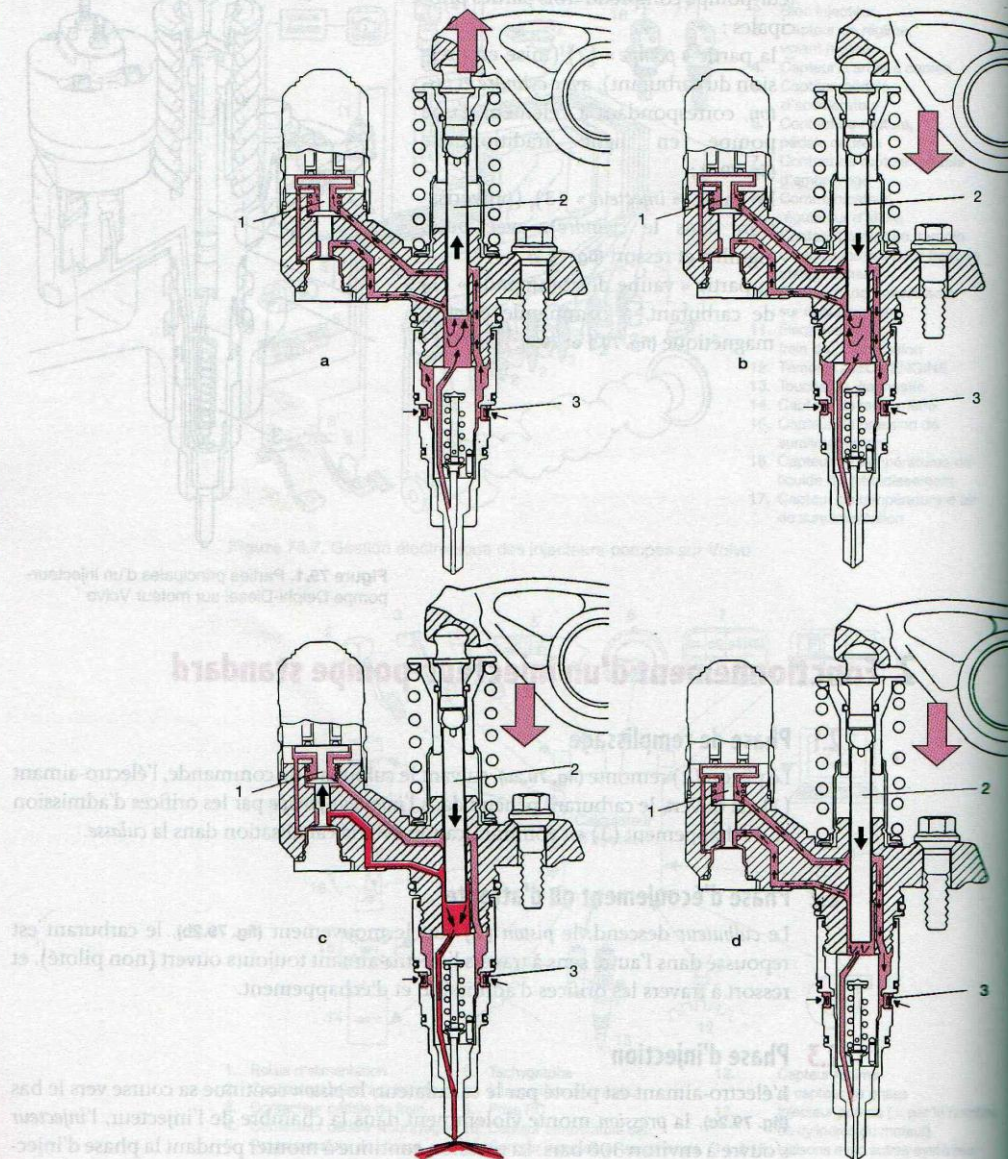

Figure 79.2. Différentes phases
- la partie « injecteur » (3) (pulvérisation dans le *cylindre*), avec *buse*, *aiguille*, et ressort (fig. 79.2) ;
- Un réglage est nécessaire lors du montage du porte-injecteur-pompe sur la culasse (positionnement du culbuteur par réglage, **fig. 79.2**).